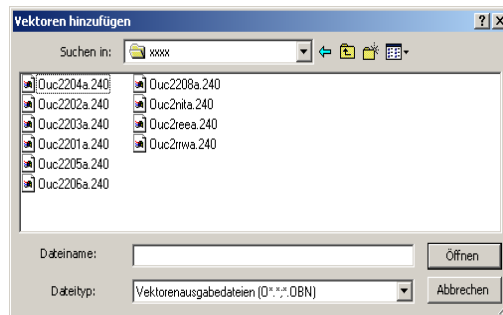

Abbildung 4.9. Dialogfeld "Vektoren hinzufügen"
1. Wählen Sie im Menü **Projekt** die Option **Berechnete Vektoren hinzufügen**. Das Dialogfeld **Vektoren hinzufügen** wird geöffnet (Abbildung 4.9):